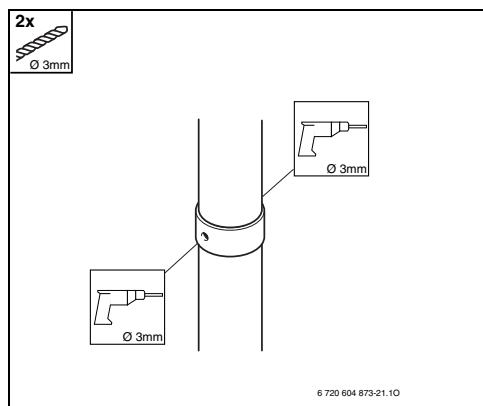

Fig. 31
► Eseguire due fori $\varnothing 3$ mm presso i condotti per l'aria comburente (come da Fig. 31). Profondità massima della foratura 8 mm! Evitare assolutamente di danneggiare i condotti di aspirazione/scarico!